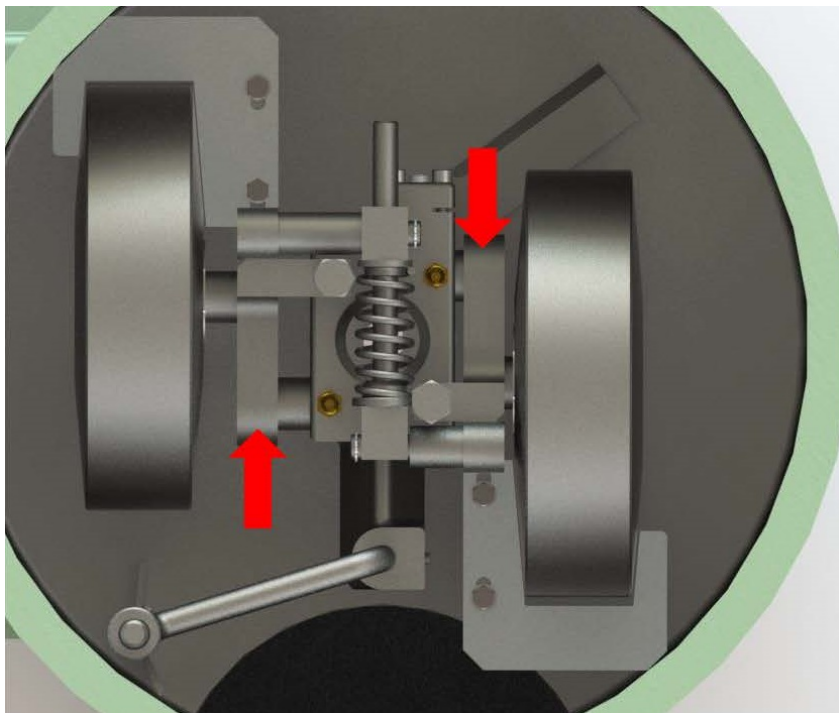

Рисунок 7: Клапанные коромысла
- Смажьте клапанные коромысла (см. Рис. 7), впрыснув смазку в масленки Зорка на каждом креплении клапанного коромысла. Впрыскивайте смазку до тех пор, пока некоторое количество не начнет выходить на крепление возле масленки Зорка.